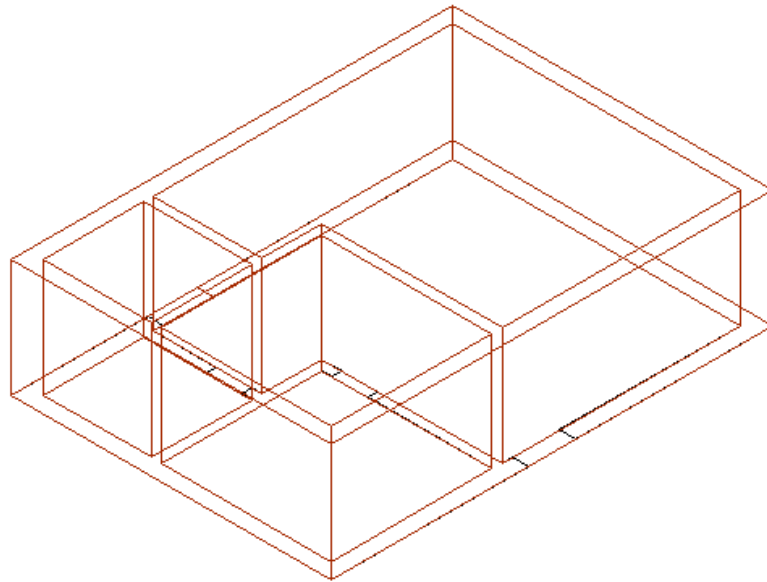

Рис. 10.1
4. Выберите из меню Главная – Редактирование тела – Вычитание . Укажите большой внешний ящик, затем нажмите Enter. Укажите четыре меньших внутренних ящика, и нажмите Enter. Меньшие объемы вычитаются из большего объема, формируя стены (Рис. 10.1)